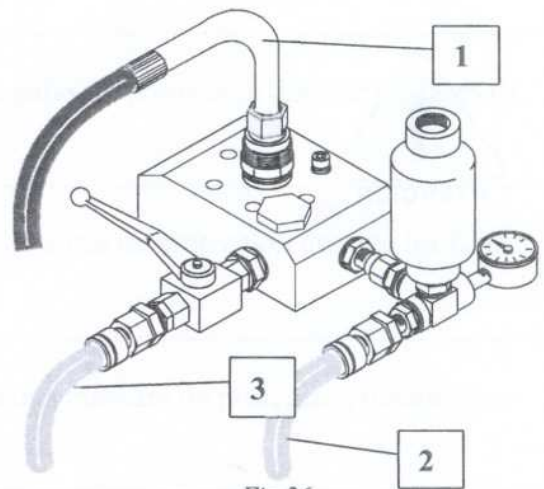

Fig.26
3) Controlen que todos los tubos estén conectados correctamente (fig. 26).